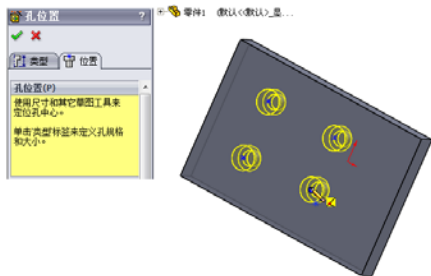

图 4-7 拖动孔的中心位置
2. 系统会显示 [钻孔位置] 对话框，如图 4-7 所示，此时 [草图] 操控面板上的点按钮 处于被选中状态，鼠标指针变为 形状。
4. 通过鼠标拖动孔中心到适当的位置，此时鼠标指针变为 形状，如图 4-7 所示。